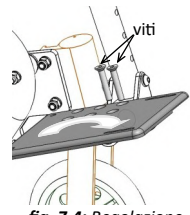

fig. 7.4: Regolazione intra-extra rotazione
• Regolazione intra-extra rotazione del poggiapiedi (fig. 7.4):